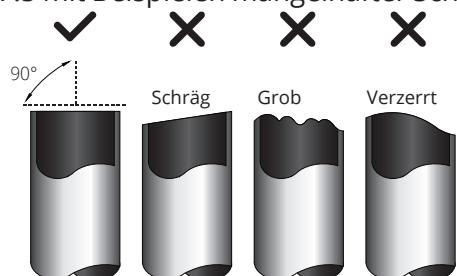

Fig. 7.5
- Achten Sie darauf, dass Sie das Rohr in einem exakten Winkel von 90° schneiden. Siehe dazu Abb. 7.5 mit Beispielen mangelhafter Schnitte